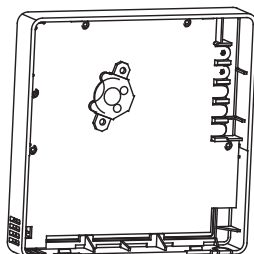

Fig 3-5
- Inserire la batteria nell'apposito scomparto e assicurarsi che il lato positivo della batteria sia in linea con il lato positivo dello scomparto. (Vedi Fig.3-5)